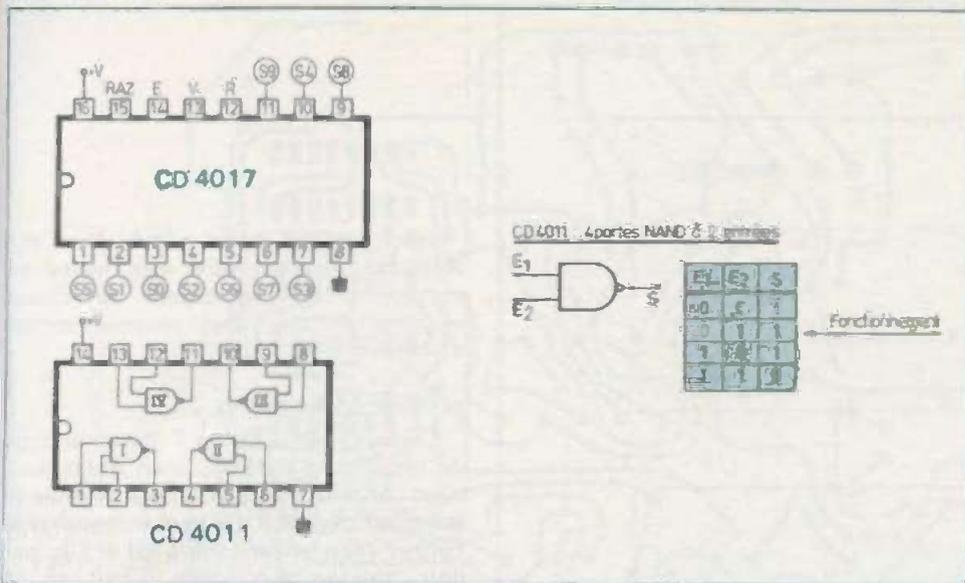

Fig. 4. - Brochage des deux CI utilisés et table de vérité d'une porte NAND.
La figure 4 montre le fonctionnement et le brochage d'un boîtier MOS CD4011
La figure 4 illustre le brochage et le fonctionnement d'un tel compteur, désormais bien connu de nos lecteurs. Le compteur IC_2 est le compteur des unités, alors que IC_1 est celui des dizaines. Seules les sorties S_9 des deux compteurs sont utilisées; de cette manière, pour obtenir simultanément le niveau 1 sur ces deux sorties, il faut que l'entrée E (14) de IC_2 , ait « reçu » 99 impulsions élémentaires en provenance du dispositif de temporisation.